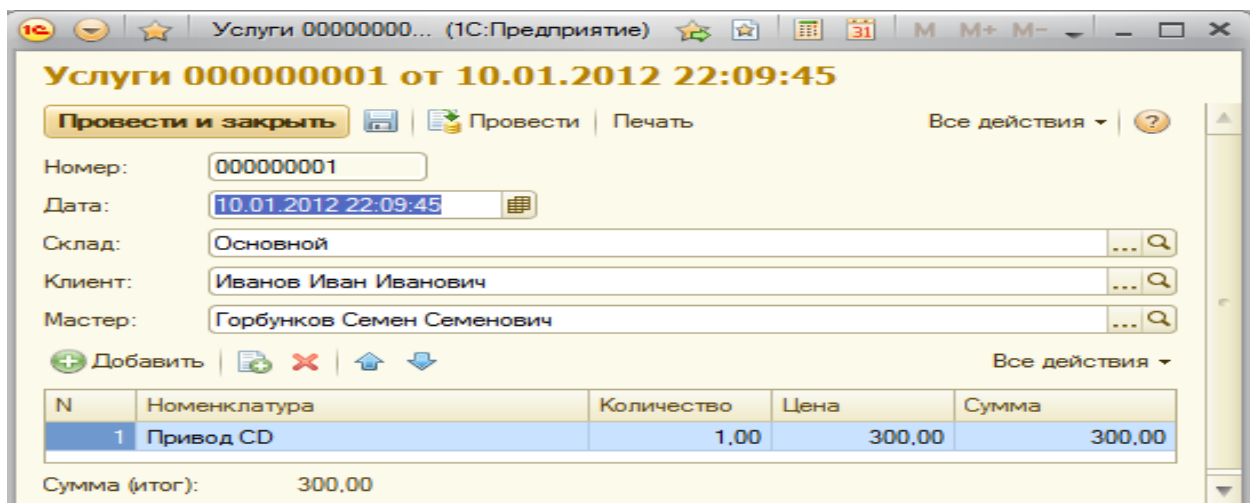

Рис. 78
- откройте документ Услуги №1; установите новую дату расхода товара в колонке Номенклатура повторите выбор товара - автоматически установится новое значение цены (рис. 78, 79).